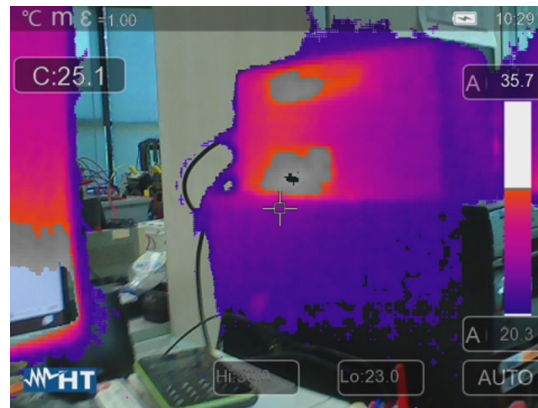

Fig. 43: Selezione Zona visibile
11. Toccare i campi “Hi” e “Lo” nella parte bassa del display e usare i tasti freccia < o > per impostare il valore della soglia di temperatura **massima** e **minima**. Lo strumento mostra come immagine radiometrica IR i punti con temperatura compresa tra la soglia “Lo” e la soglia “Hi” e come immagine visibile i punti con temperatura esterna a tale intervallo (vedere Fig. 43)